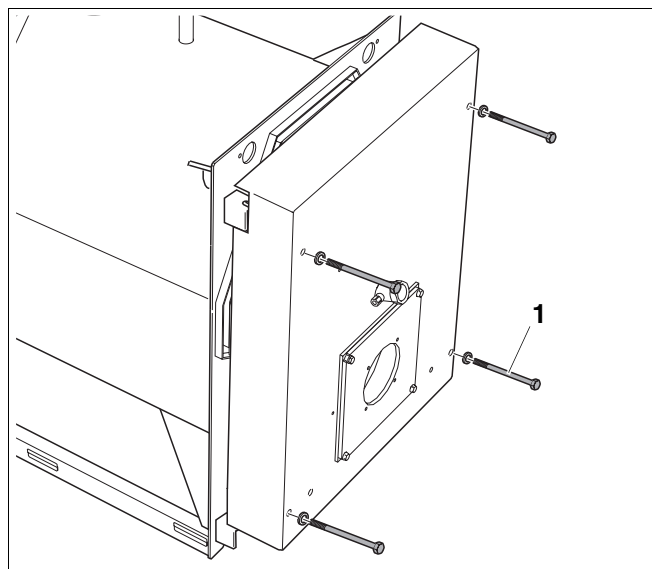
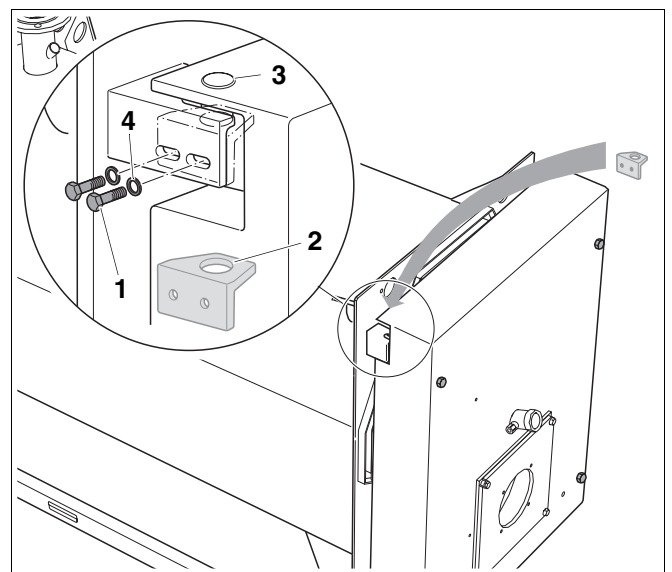

Fig. 8 Ouvrir la porte brûleur
Fig. 11 Remplacer la charnière
- Dévisser les 4 vis de la porte (fig. 8, **pos. 1**) et ouvrir la porte du brûleur.
- Insérer l'équerre d'appui en haut (fig. 11, **pos. 2**) sur le côté opposé avec la perforation dans la tige de charnière (fig. 11, **pos. 3**) et visser avec les 2 vis à tête hexagonale (fig. 11, **pos. 1**) et les rondelles plates (fig. 11, **pos. 4**) sur l'équerre de support de la porte.
L'équerre d'appui (fig. 11, **pos. 2**) peut être réglée dans les perforations longitudinales de l'équerre de support de la porte. En ouvrant la porte, il faut éventuellement déplacer l'équerre d'appui supérieure vers l'avant pour faciliter l'ouverture de la porte.
- Pour cela, légèrement desserrer les deux vis à tête hexagonale (fig. 11, **pos. 1**) de l'équerre d'appui et dévisser les vis de la porte (fig. 8, **pos. 1**) de quelques rotations. Le poids propre de la porte entraîne l'équerre d'appui vers l'avant.